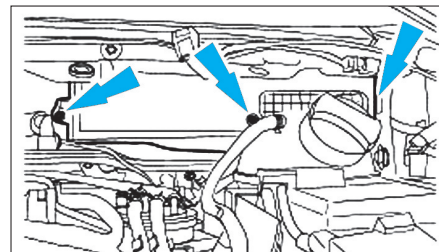

Fig. 29
- Déposer le boîtier de filtre d'habitacle (Fig.29).